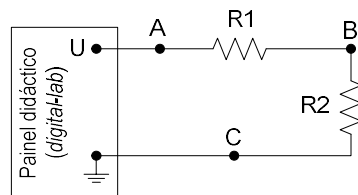

Figura 4
4. Na figura 4, utilizando a lei de Ohm, calcule a corrente (I_{R2}) e a tensão (V_{R2}) na resistência R2.
Faça uma montagem com duas resistências em série, conforme a figura 4, em que $R1 = 1\text{ k}\Omega$, $R2 = 2,4\text{ k}\Omega$, e $U = +5\text{ V}$. Nos 2 passos seguintes, registre as posições das pontas de prova, os valores de tensão medidos e quais os ajustes selecionados.